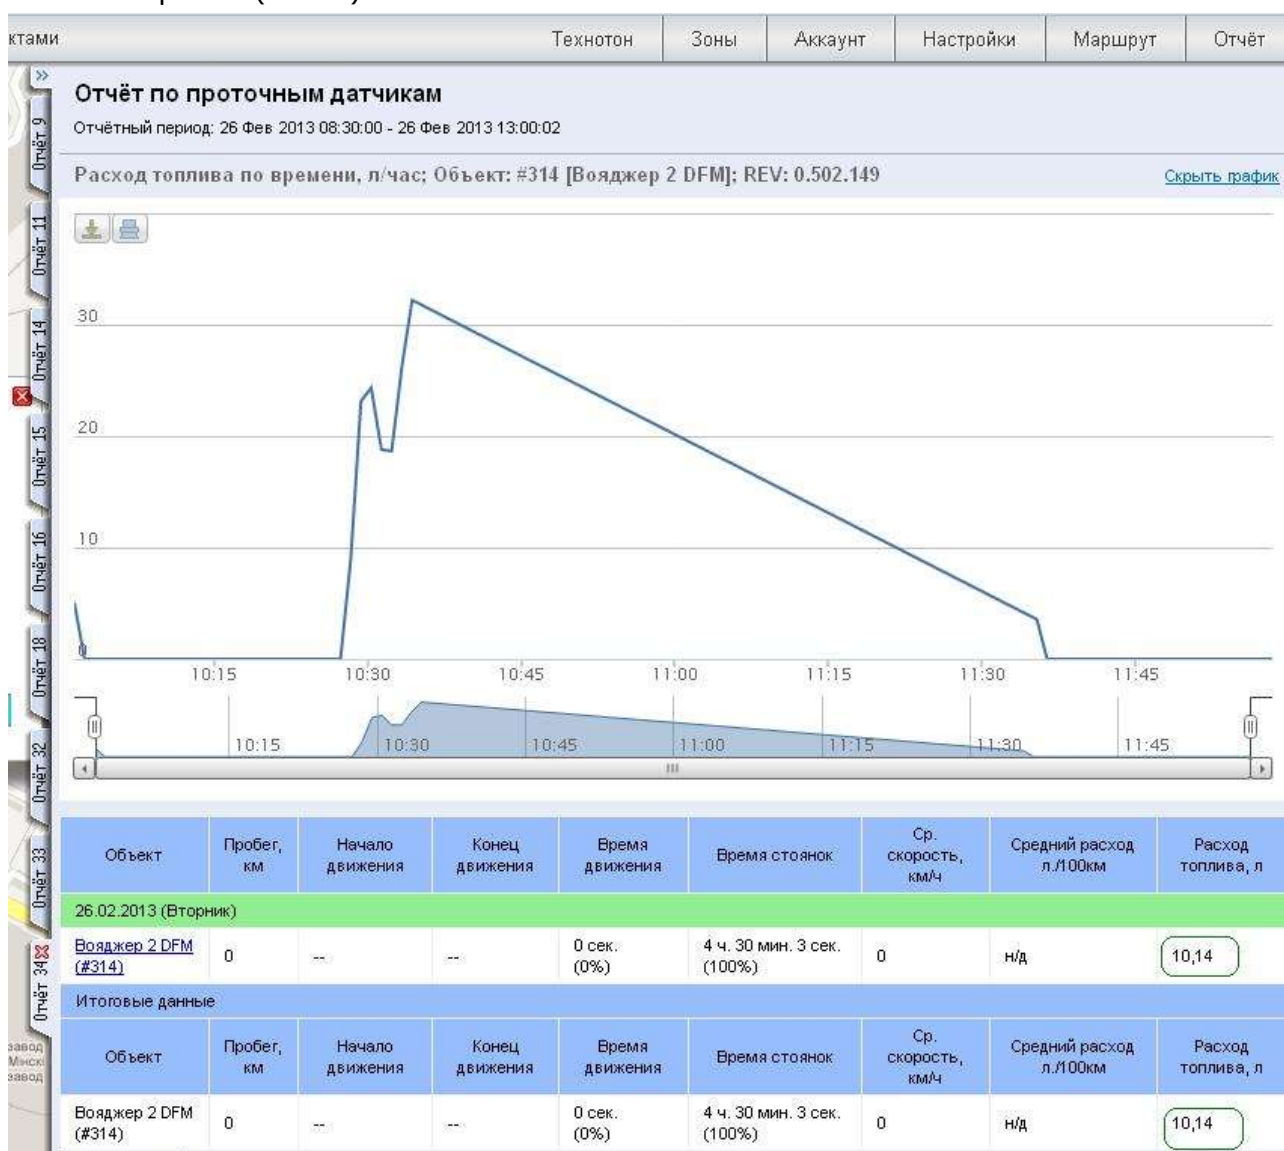

Рисунок 6
3.4. Проконтролировать корректность данных по расходу топлива в аналитическом ПО RITM-PCN версия 8 (Рис. 6):